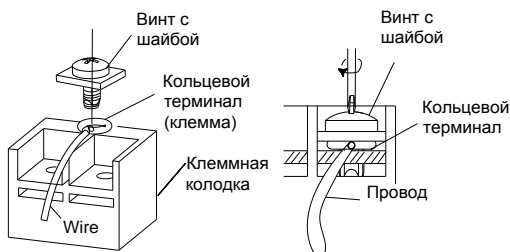

Рис. 30
- 4). Поместите проволочную петлю на клеммной колодке и надежно затяните винтовой зажим с помощью отвертки (Рис. 30).
- 4). Разместите терминал на клемме и затяните винт клеммы при помощи отвертки. (Рис. 30)